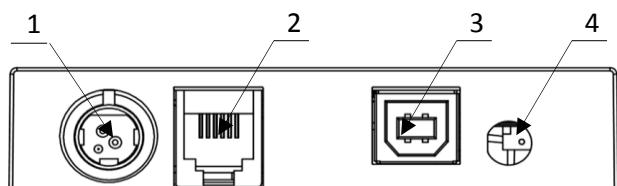

Рисунок 4. Подключение внешних устройств к ПД
2. Панель с разъемами (рисунок 4).